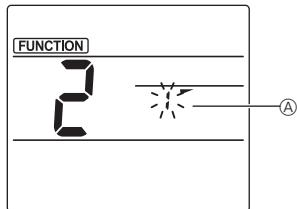

Fig. 3-2
- ② Velge spjeldnummer (Fig. 3-2)
- Trykk på **▲▼**-knappene for å velge spjeld nummer ① og trykk deretter på **[SET]**-knappen.